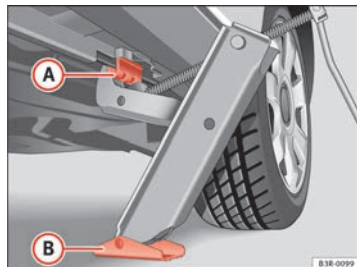

Fig. 181 Cambio de rueda: Gato
- Posicione el gato de modo que su garra envuelva el nervio del larguero inferior ⇒ fig. 181 **A** y que la placa base móvil **B** se apoye plana sobre el suelo.